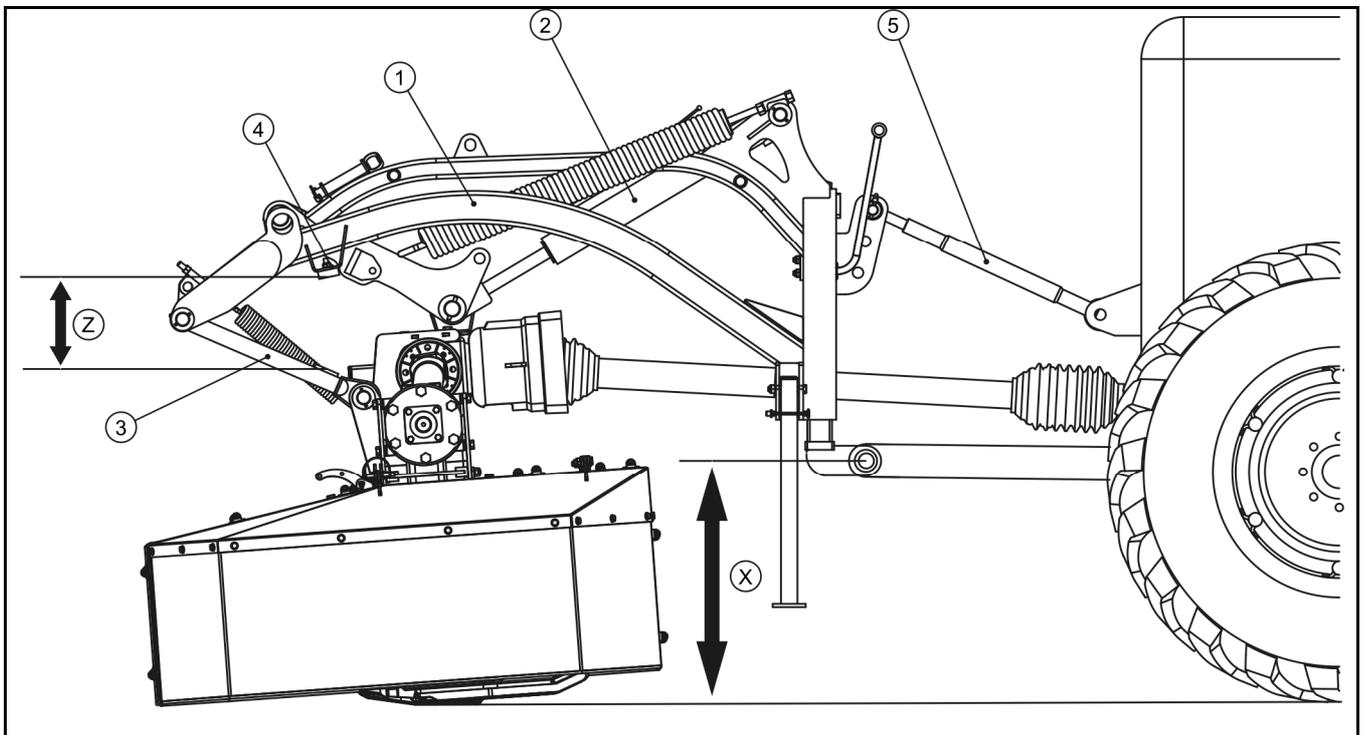

ABBILDUNG 4.5 Grundstellung der Mähmaschine
(1) Aufhängerahmen, (2) Hydraulikzylinder, (3) Zugstange, (4) Gummipuffer, (5) obere Zugstange, (Z), (X) empfohlene Abstände für die Einstellung der Grundposition.
Die Schneideinheit der Maschine kann sich im Verhältnis zum Aufhängerahmen auf und ab bewegen. Durch diese Anordnung kann die Mäheinheit den Unebenheiten des gemähten Feldes folgen, während sich der Aufhängerahmen (1) in Übereinstimmung mit den Bewegungen des Traktors bewegt. Damit die Mähmaschine optimal arbeiten kann, muss sie in die vom Hersteller empfohlene Grundstellung (ABBILDUNG 4.5) gebracht werden. Zum Aufstellen:
- stellen Sie die unteren Zugstangen der Dreipunktaufhängung des Traktors auf eine Höhe (X) von ca. 700 mm ein (passen Sie die Länge der Entlastungsketten an),
- passen Sie die Schnitthöhe an, indem Sie die oberen Zugstangen (5) verlängern oder verkürzen,
- prüfen Sie den Abstand (Z) zwischen dem Gummipuffer (4) und dem an der Zugstange (3) befestigten Puffer, der zwischen 200 und 250 mm betragen muss. Dieser Abstand ist notwendig, damit die Mähmaschine das Gelände während des Betriebs korrekt kopieren kann.
- heben Sie die Mähmaschine über die Dreipunktaufhängung des Traktors in die Mähposition (ABBILDUNG 4.5).